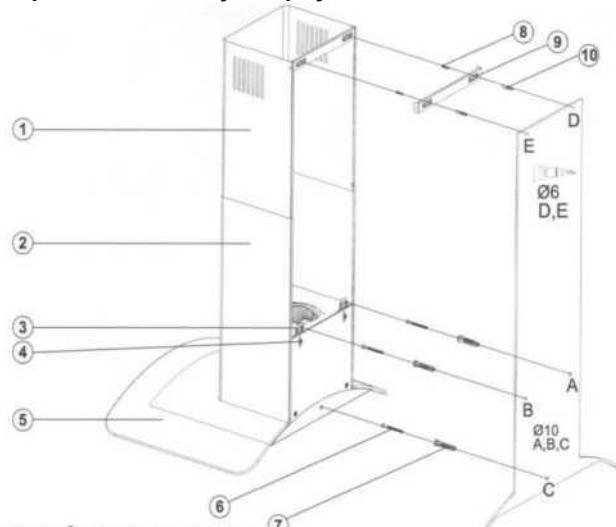

Figura 10: MONTAGEM E PARTES
Desaperte o parafuso da placa para pendurar o produto (4) e puxe a placa (4) para cima em seguida, fixe-o com um parafuso. Figura 10
Anexe o conjunto à parede na altura apropriada (veja a distância mínima e máxima da placa no esquema de montagem). Furos de perfuração A, B, C (Figura 10) --
O exaustor está posicionado no meio e, em seguida, a placa de conexão do ventilador (3) está diretamente ligada à parede, sob a tampa ou os pontos E e F, que são marcados após a medição realizada. (Página 16 Figura 10)
(Página 16 Figura 10)